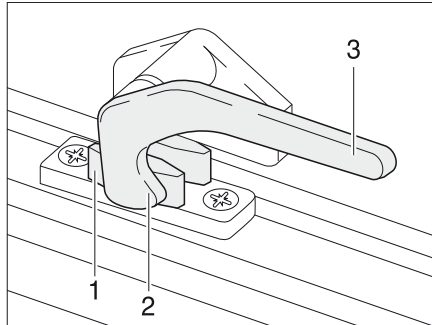

Bild 75 Låsarm i läget "stängd"
- Sväng låsarmen (Bild 75,3) ett kvarts varv mot fönstrets mitt.
- Sväng låsarmen (Bild 75,3) ett kvarts varv mot fönsterkarmen. Låsspaken (Bild 75,2) är placerad på insidan av fönsterlåset (Bild 75,1).
- I läget "helt stängt" (Bild 75).